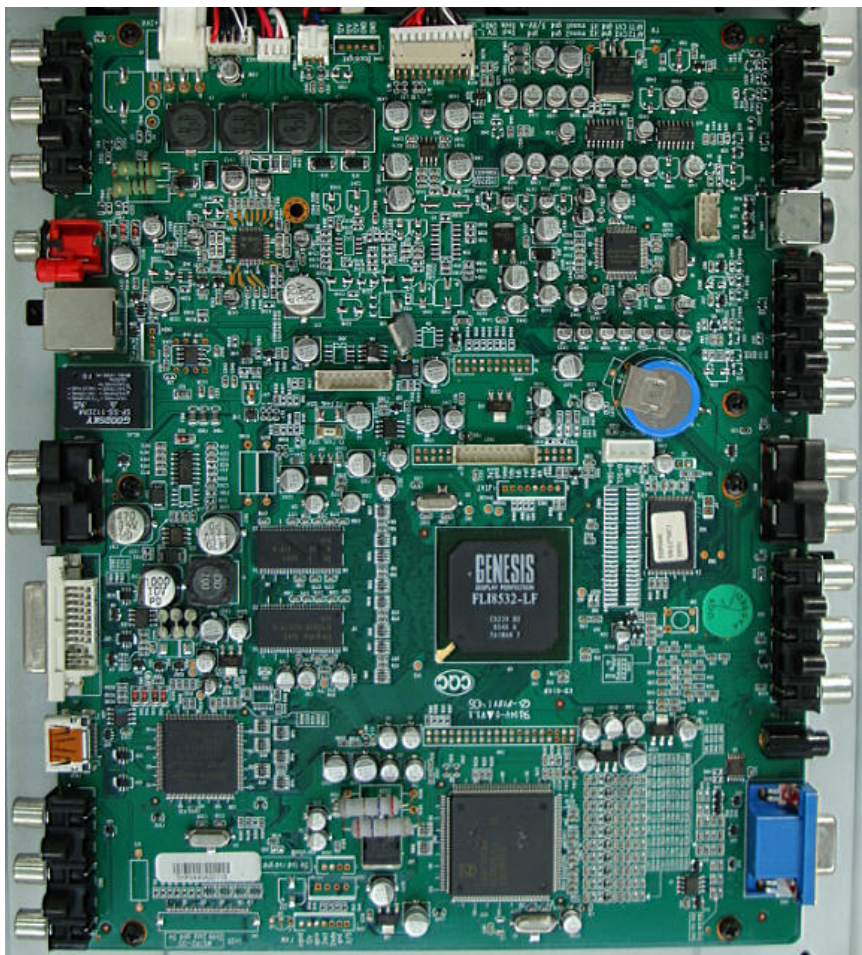

图 5-17 LCD27A71 液晶电视机主板实物图
2) 在如图 5-17 所示的 LCD27A71 主板实物图中，找出下列信号接口：AV1 输入接口、AV2 输入接口、AV3 输入接口、S-VIDEO 端子信号输入接口、YUV 信号输入、VGA 信号输入、DVI 输入接口、HDMI 输入接口、ACV 输出接口、重低音输出接口、LVDS 屏接口。
3) 在如图 5-17 所示的 LCD27A71 主板实物图中，找出下列集成电路：FLI8532 (U3)、SIL9021 (U26)、SAA7117AH (U23)、MSP3410G (U38)、HY5DU28422ET (U7、U8)、MX29LV320AT-B (XU2)、TPA3004D2 (U40)、LV4052A (U37)。
数字板又称主板, 其实物图如图 5-17 所示。板中包括信号输入电路、信号解码及处理电路、运动图像及画中画处理电路、丽音解码及音效处理电路、伴音功放及静音控制电路、信号输出电路、待机控制电路、电源处理电路等。